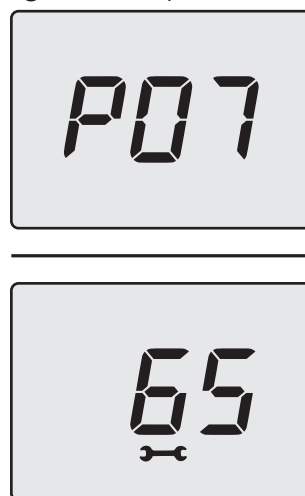

Figura 5.19
- Utilizzando i tasti 2 o 4 è possibile impostare il valore del parametro 16 a **65** (temperatura massima mandata riscaldamento (°C)) (Figura 5.19).